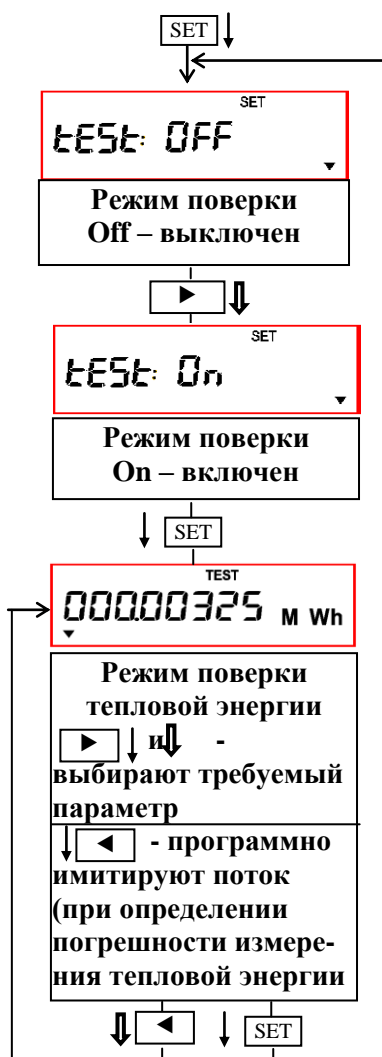

Рис. 8.8. Режим поверки тепловой энергии
8.7.2. Включение режима поверки “TEST” (рис.8.8).